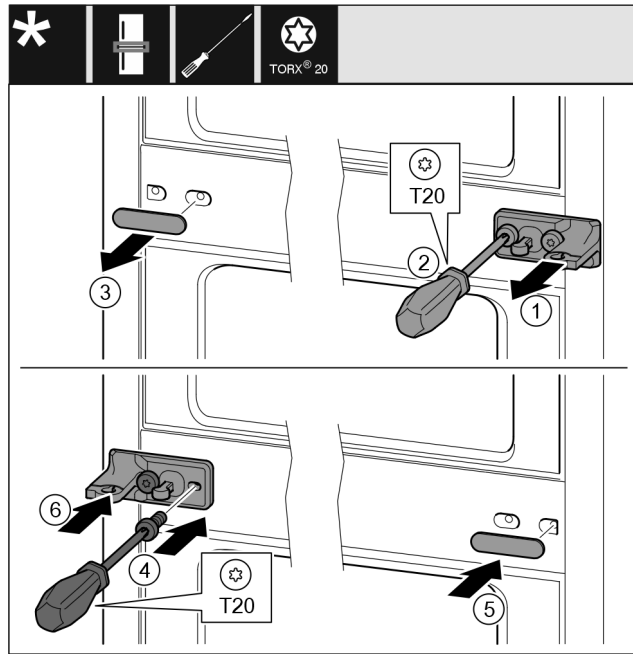

Fig. 13
- Scheibe Fig. 13 (1) abziehen.
- Schrauben Fig. 13 (2) mit Schraubendreher herausdrehen.
- Abdeckung Fig. 13 (3) vorsichtig abziehen.
- Lagerbock mit Folie Fig. 13 (4) um 180° gedreht auf der anderen Seite fest anschrauben.
- Abdeckung Fig. 13 (5) um 180° gedreht auf der anderen Seite anbringen.
- Scheibe Fig. 13 (6) von vorn aufschieben.